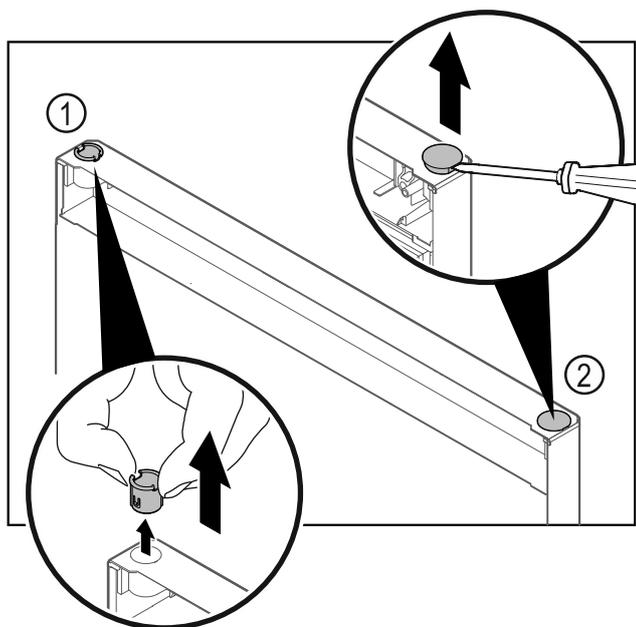

Fig. 19
- ▶ Estrarre la boccola cerniera Fig. 19 (1) con le dita.
- ▶ Con un cacciavite a testa a intaglio sollevare con cautela il tappo Fig. 19 (2) ed estrarlo.